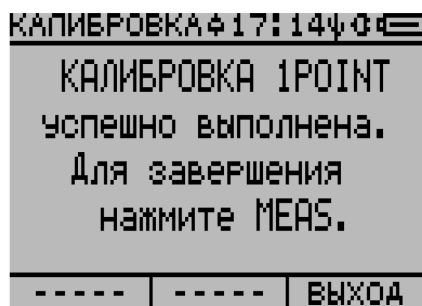

Рисунок 2.75
9) Если процедура калибровки будет выполнена успешно, то на экране дисплея появится следующее сообщение: «**КАЛИБРОВКА 1POINT успешно выполнена. Для завершения нажмите MEAS.**» (рисунок 2.75).